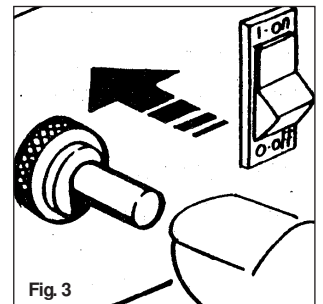

Fig. 3
- Presser le bouton de la vanne du gaz et à plusieurs reprises celui du piézo-électrique jusqu'à que le brûleur s'allume. (Fig. 3 - 4)